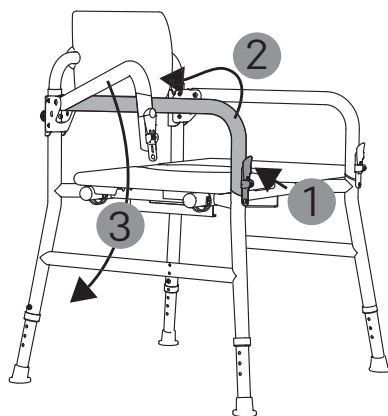

Abb. 20
2. Zum Abschwengken des Seitenteils lösen Sie den Verriegelungshebel, indem Sie ihn zu sich heranziehen (1, Abb. 20).
3. Lösen Sie das Seitenteil aus der Befestigung, indem Sie es nach oben und seitlich anheben (2, Abb. 20).
4. Das Seitenteil lässt sich jetzt nach unten abschwelen (3, Abb. 20).